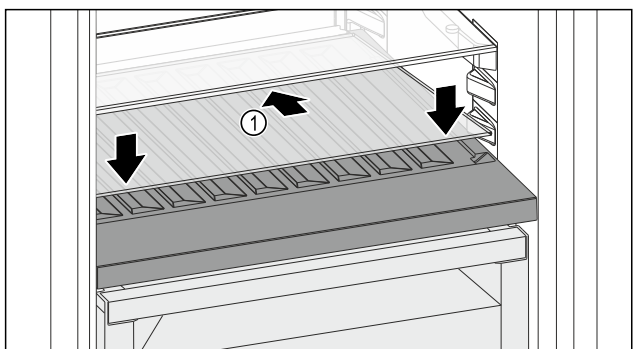

Fig. 176
- ▶ Skleněnou desku Fig. 176 (1) zasuňte šikmo a skloněnou dozadu dolů.
- ▶ Skleněnou desku Fig. 176 (1) vpředu spusťte dolů.